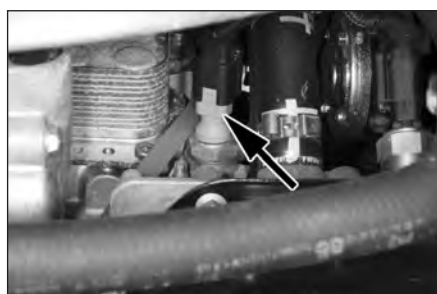

FIG.26
- Débrancher puis déposer le manocontact de pression d'huile (Fig.26).